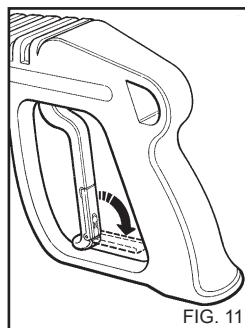

FIG. 11
- Wanneer de hogedrukreiniger niet gebruikt wordt, moet de veiligheidsvoorziening van de handgreep gesloten worden (fig. 11).